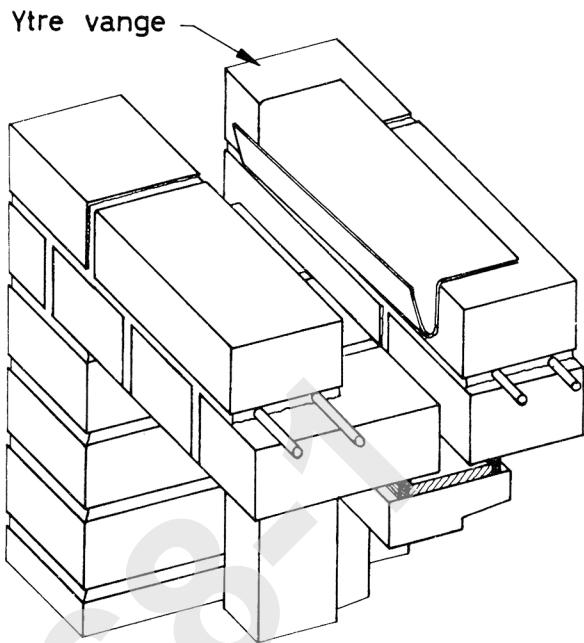

Fig. 212b
- .1 I den andre fugen over vinduet murer inn en renne av sink nr. 12, fig. 212b. Rennen må være så lang at den går 6–8 cm utover sidekarmene, og den må lages slik at den får fall.